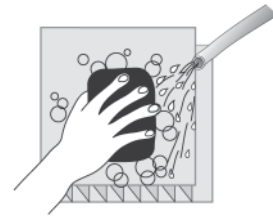

Рисунок 21
1. Содержите листы PLACARB® чистыми, и они прослужат вам намного дольше установленного гарантийного срока. Самоочищение листов дождем обычно бывает достаточным. Если на листе имеются области с наибольшим загрязнением, их возможно вымыть, используя обычный стиральный порошок. Убедитесь, что стиральный порошок не содержит абразивов или растворителей. Лист моют стиральным порошком, разбавленным в теплой воде. Протрите мягкой губкой загрязненную область, затем сполосните теплой водой и вытрите мягкой тканью (Рисунок 21).